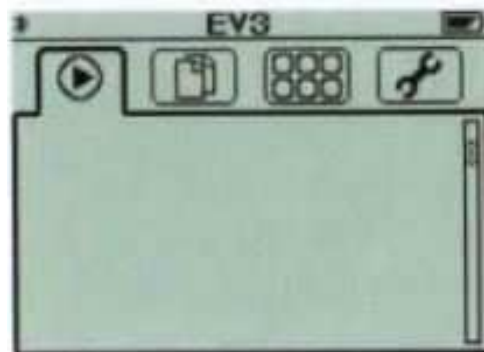

Рис. 1. Основное меню котроллера
4. Для проверки правильности собранного робота мы запустим встроенную программу, которая сохранена на контроллере. Для этого включаем контроллер зажатием центральной кнопки. После включения высвечивается основное меню контроллера, изображенное на Рис. 1.